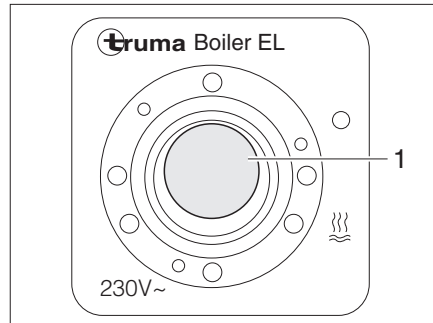

Bild 125 Kippschalter für Truma Boiler (230-V-Elektrobetrieb)
- Den Kippschalter (Bild 125,1) einschalten. Die Kontroll-Leuchte im Schalter leuchtet. Das Wasser im Boiler wird auf 65 °C aufgeheizt.
- Den Kippschalter (Bild 125,1) auf "0" stellen. Die Kontroll-Leuchte im Schalter erlischt.
- An der Bedieneinheit (Bild 124) den Drehschalter (Bild 124,3) auf "○" (Bild 124,4) stellen bzw. den Kippschalter (Bild 125,1) auf "○" stellen.